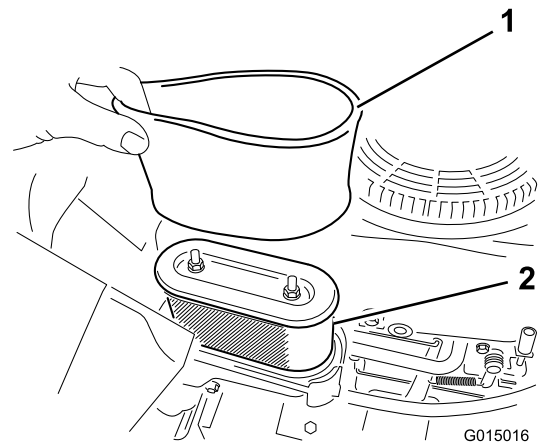

Figure 33
5. Retirez avec précaution les éléments en mousse et en papier du boîtier du filtre à air (Figure 33).
Remarque: Remplacez-le s'il est très encrassé (Figure 33).
1. Montez l'élément en mousse sur l'élément en papier (Figure 33).